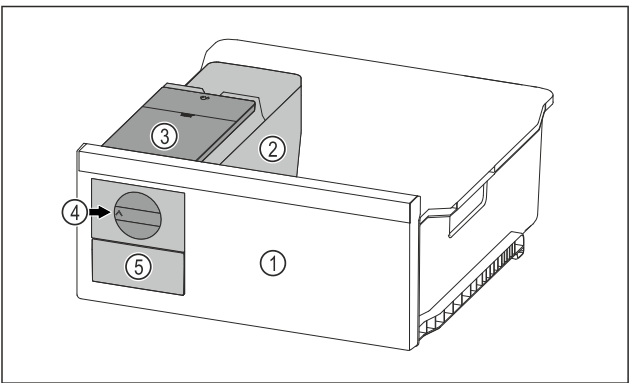

Fig. 96 Примерное изображение
- Поверните поворотную кнопку Fig. 96 (4) по часовой стрелке до упора.
- Кубики льда упадут из ванночки для кубиков льда в выдвижной ящик для кубиков льда Fig. 96 (5). Если не все кубики льда извлекаются из ванночки для кубиков льда: